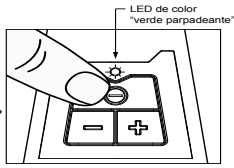

figura 2
2. Presione el botón de encendido/apagado "⊖" que se encuentra en la placa de botones para encender la lijadora. El indicador LED aparece de color "verde parpadeante" después de encender la lijadora. - consulte la figura 2.